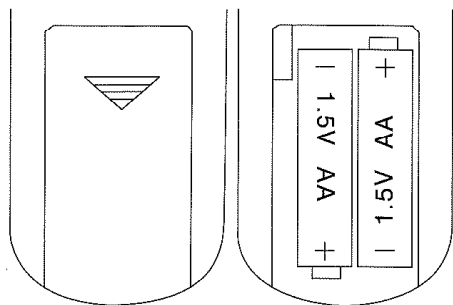
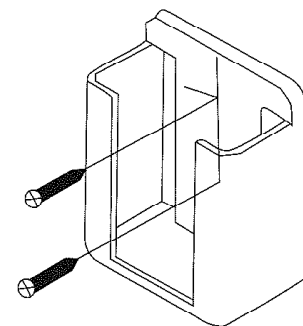

Fig. 3
Fig. 4
3. Para cambiar las pilas del mando a distancia abra el compartimiento de las pilas presionando sobre la tapa con el dedo y deslízandola en la dirección de la flecha. (funciona con dos pilas de 1.5V/ tipo AA). (Fig. 3). Si lo desea puede instalar el soporte del mando a distancia fijándolo con dos tornillos. (Fig. 4)